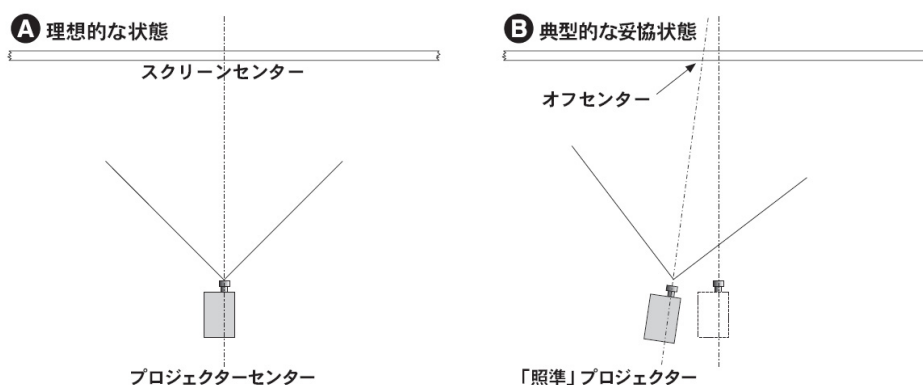

図 2.10 センタリング ←→ (上から見た図)
**ポートウィンドウでの位置決め** ▶ プロジェクションヘッドを適切なカートに固定した状態で、フロントベゼルが映画館のポートウィンドウ壁から **2 フィート未満**、または電動補助レンズマウントが追加される場合は **3 フィート未満** となるようにユニットを配置します。可能であれば、プロジェクターを映画館のスクリーンの中央に合わせます (←→) (図 2.10 A 参照)。オフセンターにせざるを得ない場合 (フィルムプロジェクターが既にある場合など) は、図 2.10 B に示したように **照準** を最適化させるように試みます。これにより側部でのキーストーンは増加しますが、必要とされる垂直方向のレンズオフセットは最小化されます。